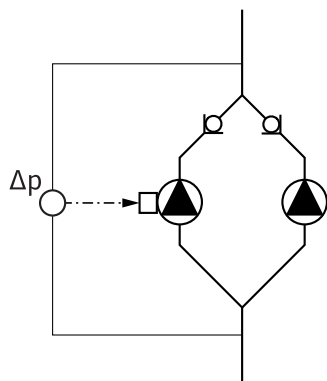

Fig. 13: Пример. Подсоединение дифференциального датчика давления
- В примере на Fig. 13 основным насосом является левый по направлению потока насос. К данному насосу подключается дифференциальный датчик давления. Точки измерения дифференциального датчика давления основного насоса должны находиться в соответствующем коллекторе со стороны всасывания и с напорной стороны двухнасосной установки (Fig. 13).